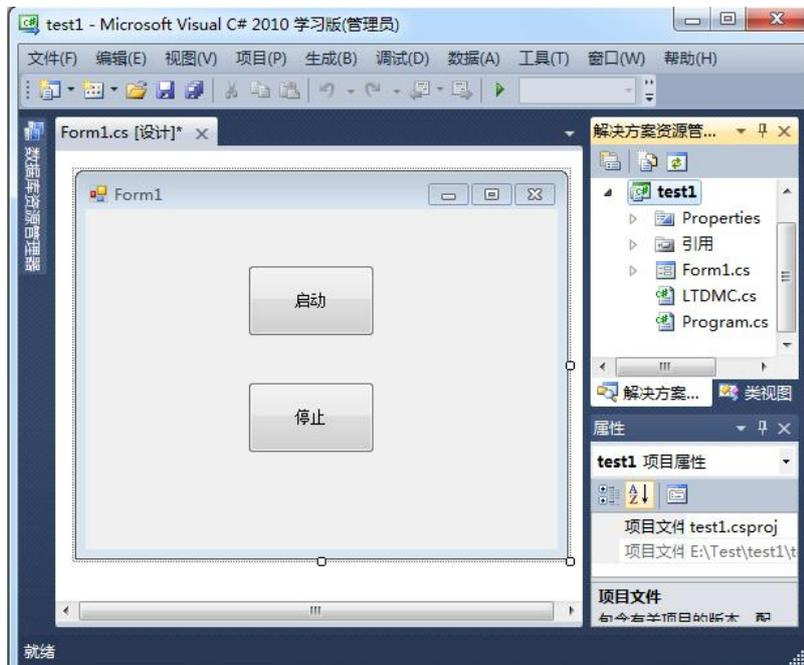

图 6.16 添加头文件
5) 菜单中选择“项目”->“添加现有项”，找到 test1 目录下的 LTDMC.cs 文件，添加到应用程序中，如图 6.16 所示。